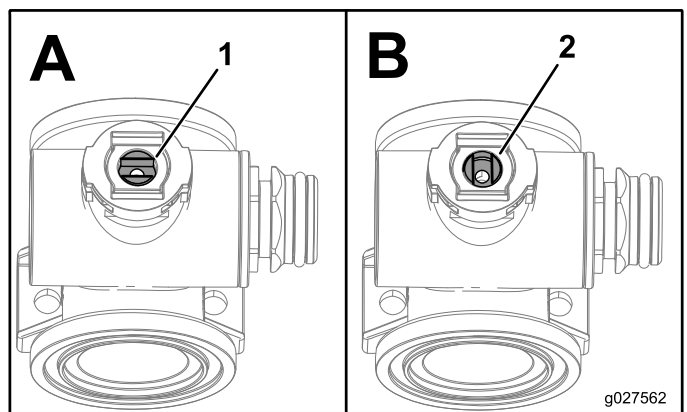

図 107
- バルブステムアセンブリを「閉」にセットする 図 107 B。